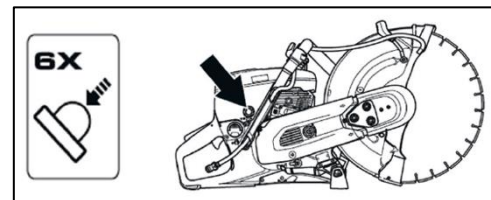

Рис. 15
3. Накачайте топливо нажатием на праймер подкачки (4-6 нажатий) (Рис. 15).